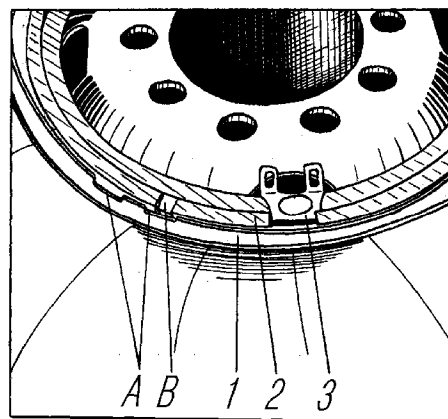

Рис. 47. Положение замочного и бортового колец;
5. Установить бортовое и замочное кольца, совместив при этом на колесах выштамповку В (рис. 47) на замочном кольце с одним из пазов А на бортовом кольце и обеспечив совпадение разреза замочного кольца с ограничителем на ободу.